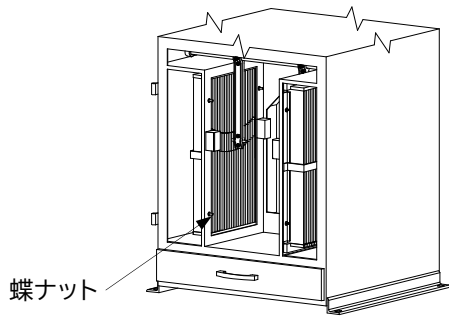
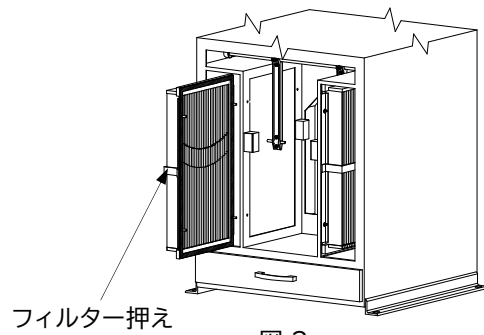
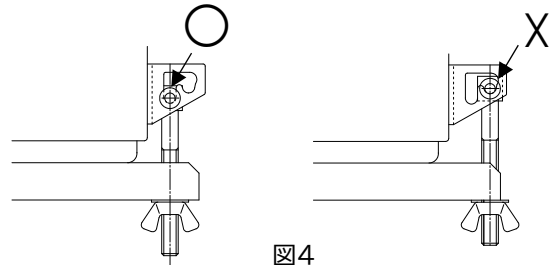

図 1
図 2
図 4
- ①シールアップボルトを緩めて外して前扉を開けてください。
- ②フィルターは左右1個ずつ、図1のように取り付けています。
- ③蝶ナットをゆるめ(片側4ヶ)、蝶ナットとワッシャーと取り外します。
- ④フィルター押えとフィルターをセット状態のまま図2のように静かに外部へ引き出します。
- ⑤フィルター押えとフィルターを分離させます。
- ⑥フィルターの取付けは、上記と逆の手順で作業をおこなってください。
- ⑦シールアップボルトを図4のように正しく掛け、しっかり締めて前扉をと閉じてください。